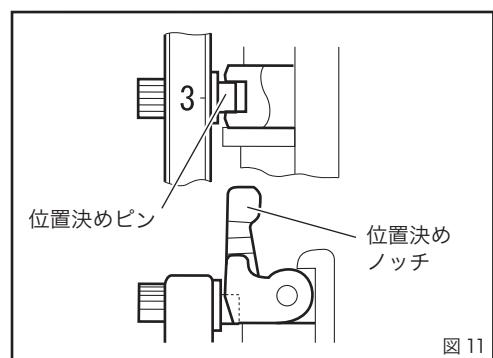

図 11
- ③一度目のねじが切れたたら位置決めノッチを起こし、位置決めピンをノッチの溝に入れてください。(図 11)
- ④ダイヘッドを再びセットの位置にして二度目のねじ切り作業を行えば規格通りのねじが切れます。